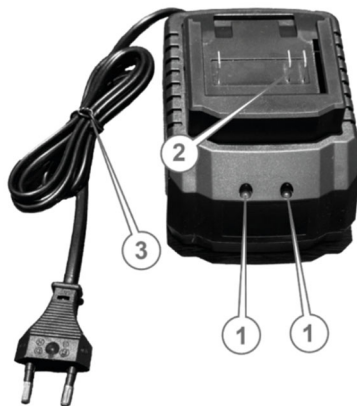

Рисунок 8. Загальний вигляд зарядного пристрою.
4. Контролювати ступінь заряджання акумулятора за кольором індикаторів (1, рис. 8).
2. За допомогою обертання маховичка регулятора вибору режиму швидкості (3, рис. 8) встановити необхідну швидкість обертання платформи для полірувальних насадок.